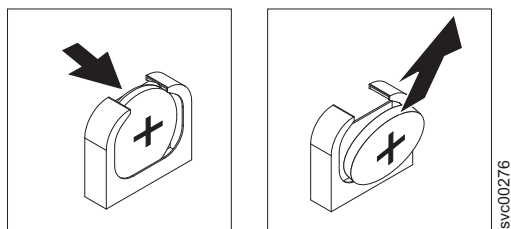

図 136. SAN ボリューム・コントローラー 2145-8G4 CMOS バッテリー・ホルダー
5. 図 136 に示すように、CMOS バッテリーを取り外します。